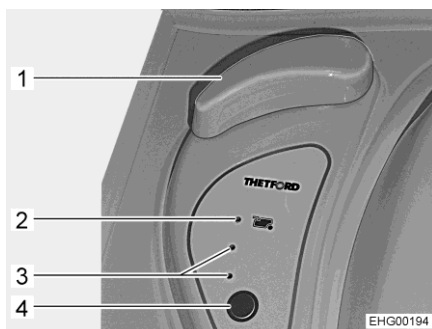

Fig. 162 Elementi di comando della toilette
- Ruotare la maniglia girevole (Fig. 162,1).
- Ruotare indietro la maniglia girevole (Fig. 162,1).
- Prima di tirare l'acqua, aprire il cursore della toilette Thetford. Per farlo, ruotare la maniglia girevole (Fig. 162,1).
- Per sciacquare premere il pulsante blu (Fig. 162,4).
- Dopo aver tirato l'acqua chiudere il cursore. Per farlo, ruotare indietro la maniglia girevole (Fig. 162,1).
Le spie di controllo (Fig. 162,3) indicano il livello del serbatoio fecale. Quando si accende la spia di controllo rossa (Fig. 162,2), il serbatoio fecale deve essere svuotato.